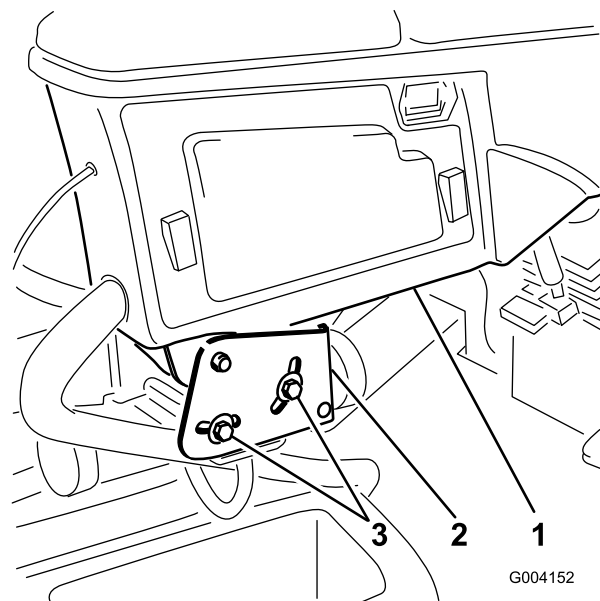

图3
1. 拧开用于将控制臂固定到止动架的 2 个螺栓（图 3）。